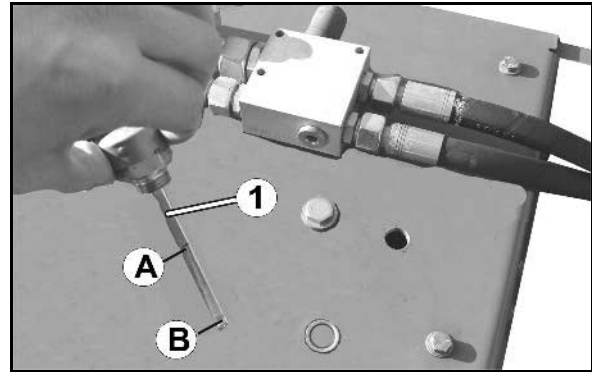

Fig. 125
2. Öl-Peilstab lösen und abnehmen (Fig. 125/1).